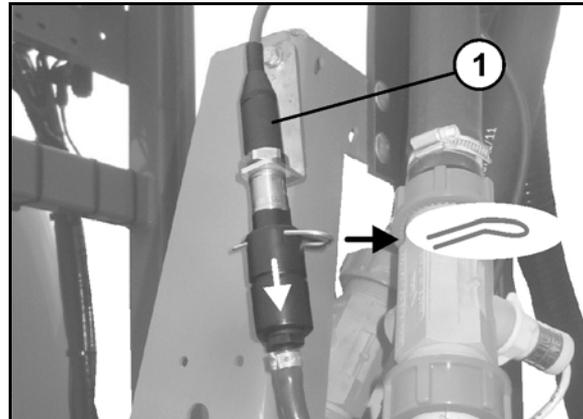

Fig. 152
16. **Super-S-Gestänge:** Entwässern Sie den Drucksensor (Fig. 152/1), indem Sie den Schlauch vom Drucksensor lösen.